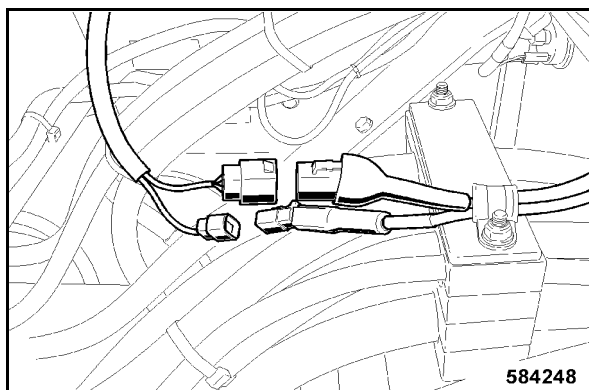

Fig. 230
- Effectuer les branchement par connecteurs du climatiseur (Fig. 230).